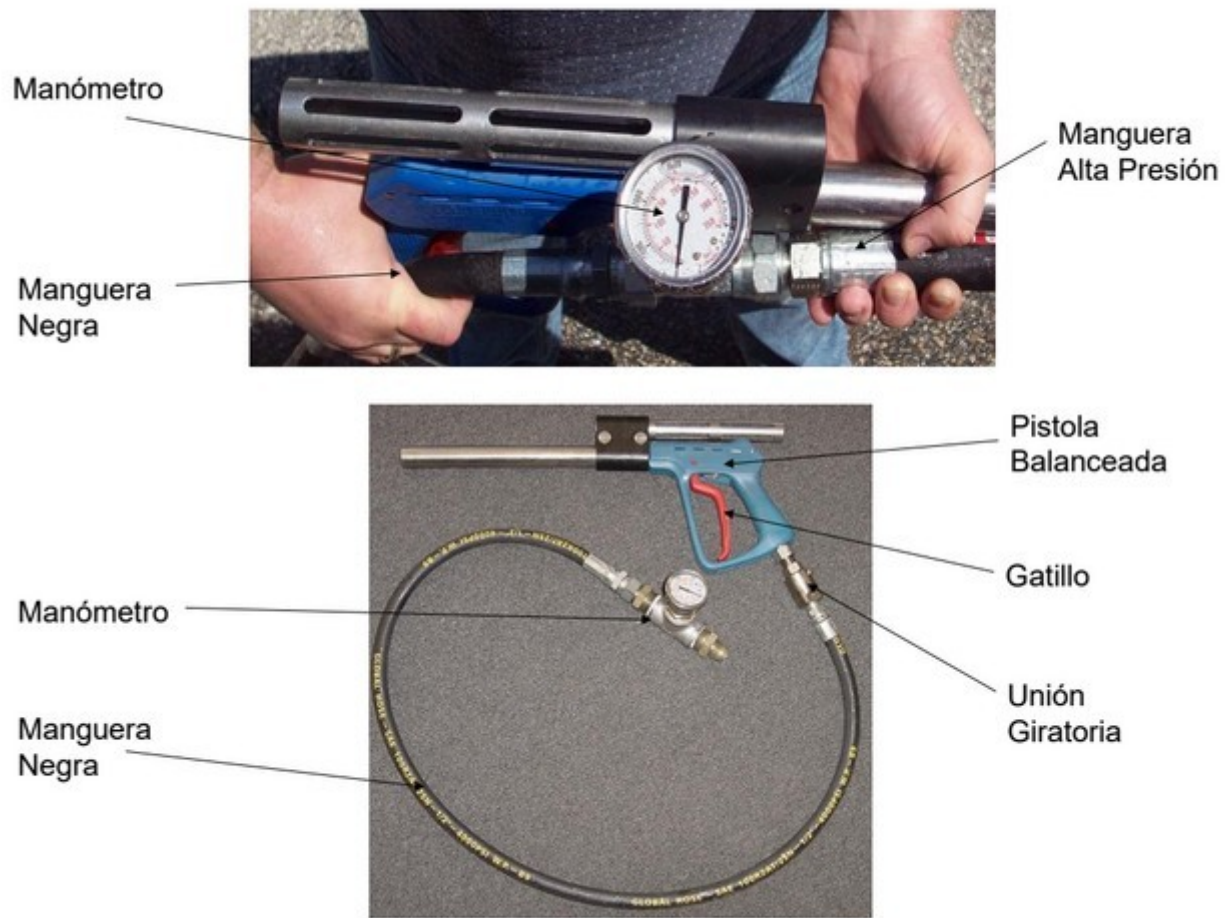

Figura 5.2 - Calibración de presión de pistola de empuje cero
La presión en la boquilla de la pistola tiene que mantenerse dentro de ciertos límites para lograr la cavitación y obtener mejores resultados de rendimiento. Si utiliza un manómetro de calibración situado entre la manguera de presión y la pistola, (Ver Figura 5.2) la presión del agua debe ser de 2.500 psi (172 bar) con la pistola sumergida y el gatillo de la pistola en la posición abierta o "APRETADO".
SE RECOMIENDA UN MANOMETRO CON CADA UNIDAD. CONECTE ENTRE EL FINAL DE LA MANGUERA TERMOPLÁSTICA Y LA PISTOLA. VER FIGURA 5.2
- Sostener el pistola de apretada y observe el manómetro (Ver Figura 5.2).